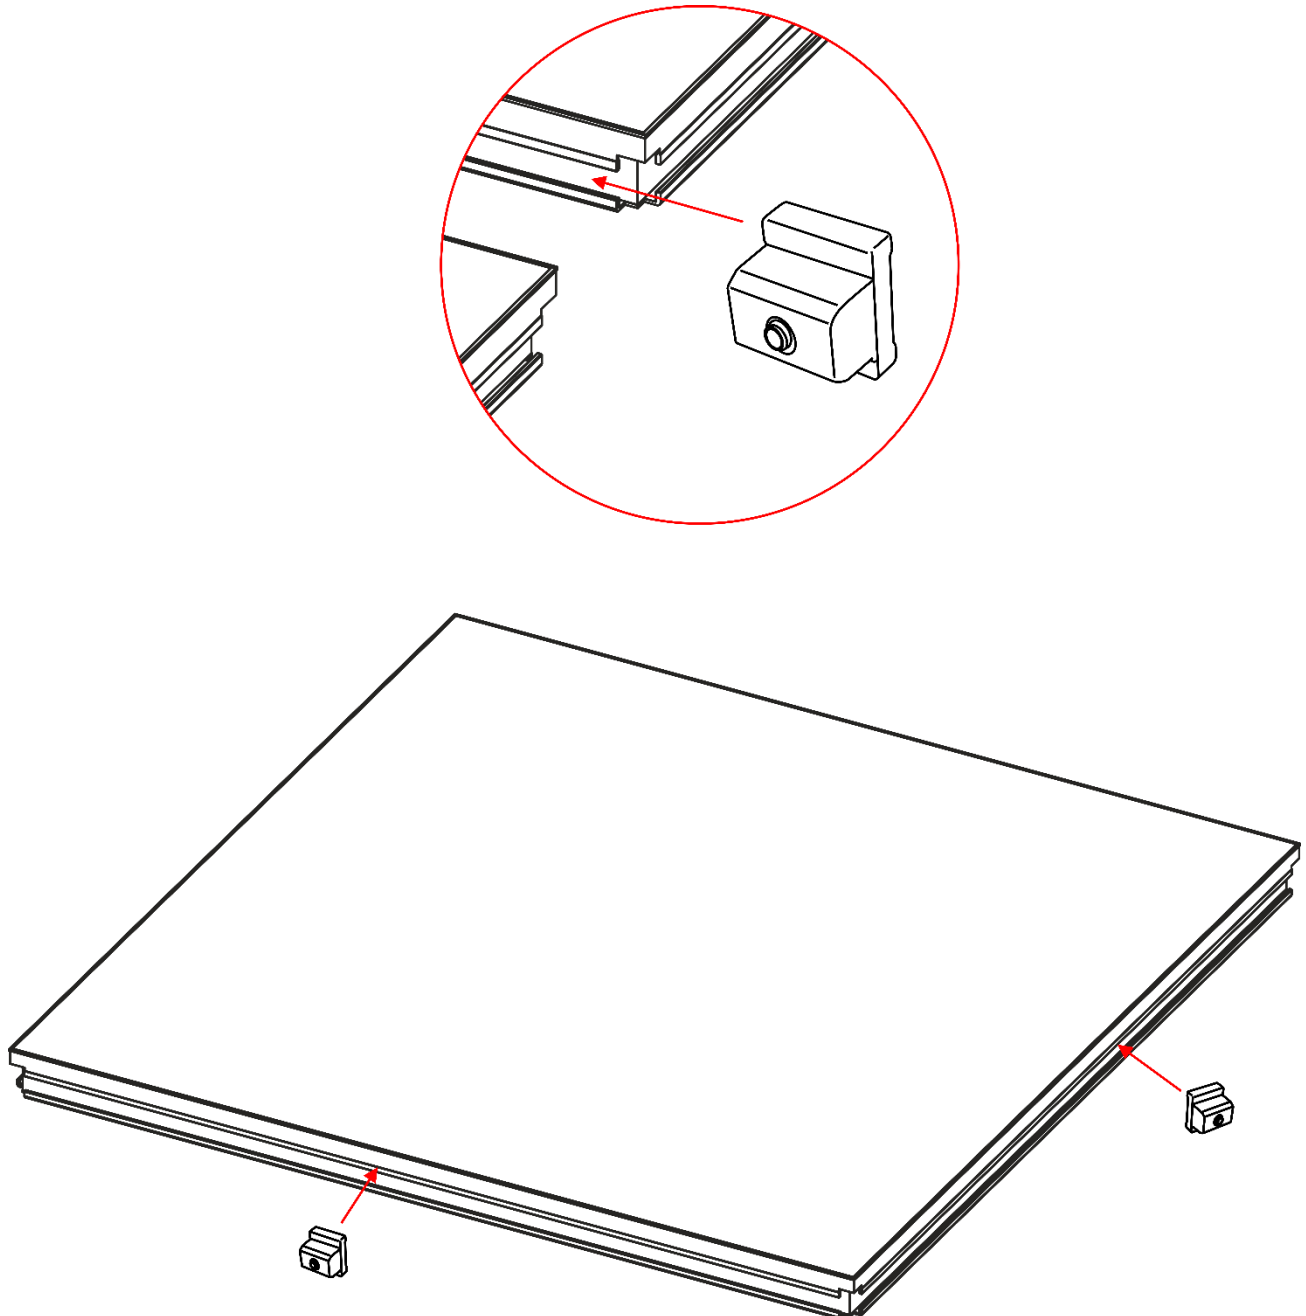

Fig. 04
- 02) Para nivelar los dos juegos, introduzca el inserto autonivelante para Mammoth Stage (70637) entre las dos tarimas de escenario por el centro del perfil (véase la Fig. 04).